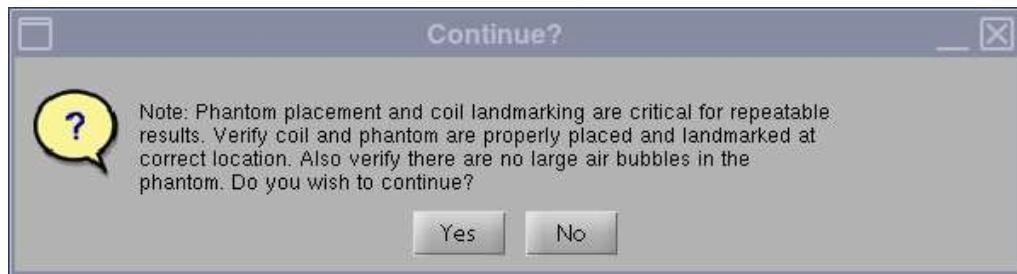

图 4
3. 启动之后, 将会出现写着 "Phantom placement and coil landmarking are critical for repeatable results" (模体更换和线圈标记对准对于可重复结果非常重要) 的注释。如果已正确设立标记并且模体中没有气泡, 单击 [Yes] (是) 以继续。 (图 4)。